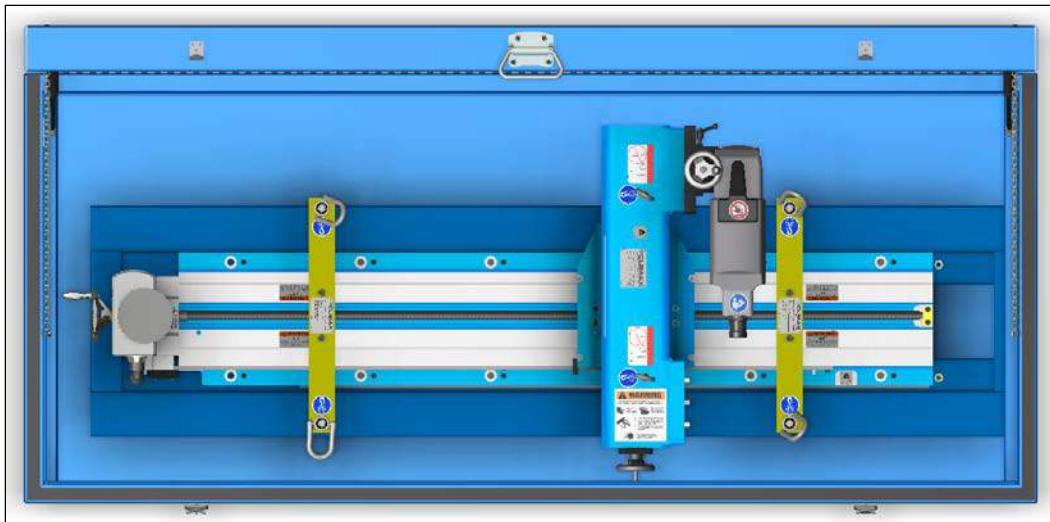

FIGURA 59 CONTENEDOR DE ENVÍO PARA PM4200
7. Guarde la máquina en su contenedor de transporte, tal y como se muestra en la Figura 59.
1. Embale la máquina en su contenedor de transporte, tal y como se muestra en la Figura 59.
El contenedor en el que llegó la máquina está diseñado para un envío seguro de la máquina. Utilice la caja y los componentes de embalaje en los que llegó la máquina para volver a empaquetarla (Figura 59).